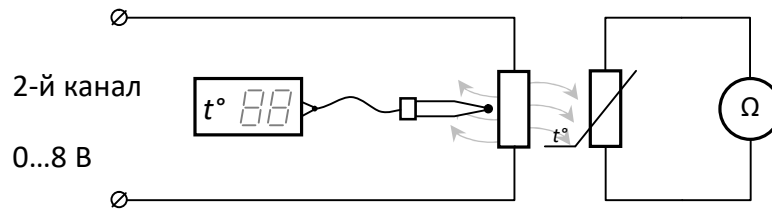

Рис. 4.4. Схема для зняття температурної характеристики терморезистора
2. Зібрати схему, яку наведено на рис. 4.4. У якості нагрівального елемента використовується резистор 10 Ом, 5 Вт. Пред'явити схему на перевірку викладачеві.